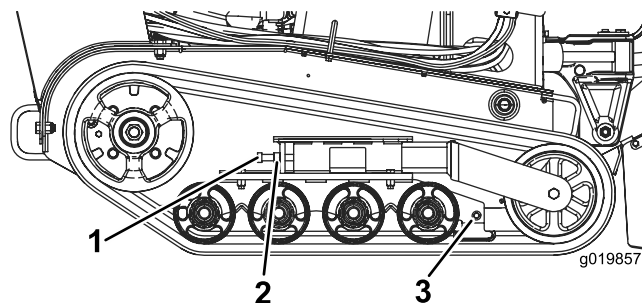

図 48
3. クローラのテンションボルトのジャムナットをゆるめる 図 48。
4. テンションボルトを $32.540\text{N}\cdot\text{m}$ $3.34.2\text{kg}\cdot\text{m} = 2430\text{ft}\cdot\text{lb}$ にトルク締めする 図 48。
4. テンションボルトとジャムナットをゆるめる 図 48。